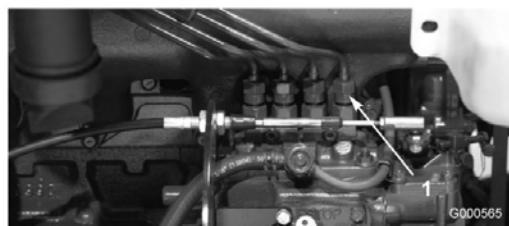

図 40
1. 燃料噴射ポンプの No. 1 インジェクタ・ノズル(図 40)へのパイプ接続部をゆるめる。